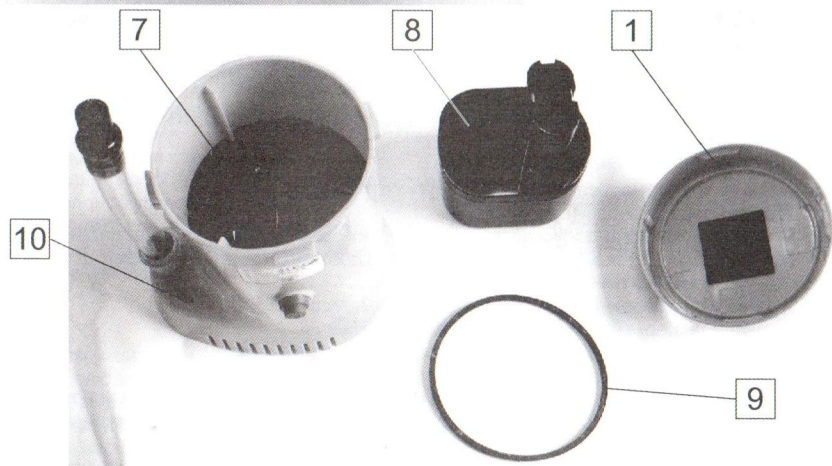

Рис. 1
1. Данный насос относится к центробежным насосам с нижним забором воды, для функционирования которых необходимо, чтобы в воде находились турбина и сальник двигателя (отсутствовала сухая работа). Поэтому в воде обязательно должны находиться водозаборные отверстия **4** (см. рис.1) и отверстия отвода воздуха **10**. Это необходимо учитывать при эксплуатации насоса.
1. Снимите крышку насоса **1** (см. рис. 1), предварительно повернув ее против часовой стрелки приблизительно на четверть оборота.
В качестве напорного трубопровода используется гибкий трубопровод (шланг), входящий в комплект поставки. Он подключается к выходному трубопроводу **5** (см. рис.1) через штуцер **6**.
3. Зарядите аккумуляторную батарею так, как указано в подразделе **Зарядка аккумуляторной батареи**. Подключите напорный трубопровод. Убедитесь в правильности и надежности установки крышки насоса. Подготовьте резервуар (водоем) с чистой водой, включите насос нажатием кнопки выключателя **3** (см. рис.1) и незамедлительно опустите насос в резервуар. Через некоторое время, необходимое для подъема воды насосом, из трубопровода польется вода. Дайте поработать насосу 2-3 минуты и выключите его повторным нажатием на кнопку выключателя.
4. При предпродажной проверке осуществляется сухой запуск насоса без зарядки аккумуляторной батареи и подключения напорного трубопровода. Поэтому время работы (включения) насоса ограничено 3-5 секундами. **Но не более!** Включение/выключение осуществляется последовательным нажатием кнопки выключателя **3** (см. рис.1). При включении должен раздаться характерный звук вращающегося двигателя с турбиной.
Кроме того, контролируйте состояние уплотнительного кольца **9** (см. рис.1), установленного в крышке **1** (на рисунке кольцо снято для наглядности). Регулярно смазывайте исправное кольцо тонким слоем консистентной смазки. Неисправное кольцо замените новым.